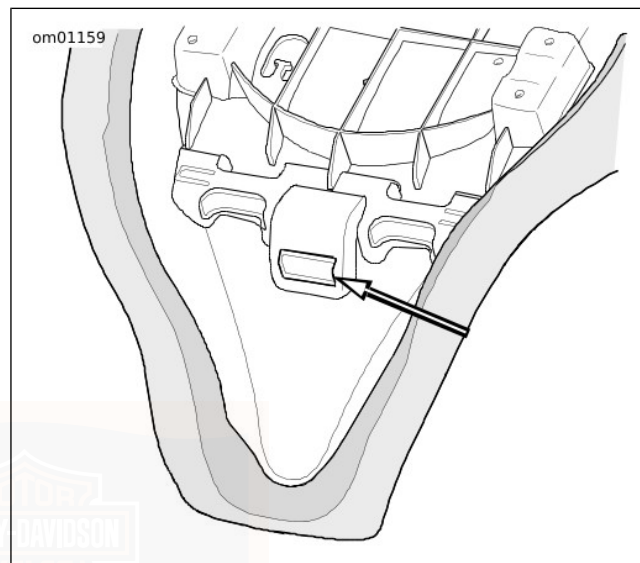

Figura 82. Fessura di montaggio della sella
1. Vedere Figura 82. Poggiare la sella sul dorsale del telaio.